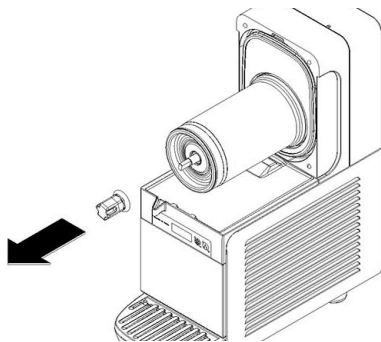

**figura 4**
**2** Smontare il contenitore spingendone leggermente la parte inferiore (lato rubinetto) verso l'alto per liberarne gli agganci inferiori (vedere figura 3) e sfilandolo successivamente dai davanti (vedere figura 4).